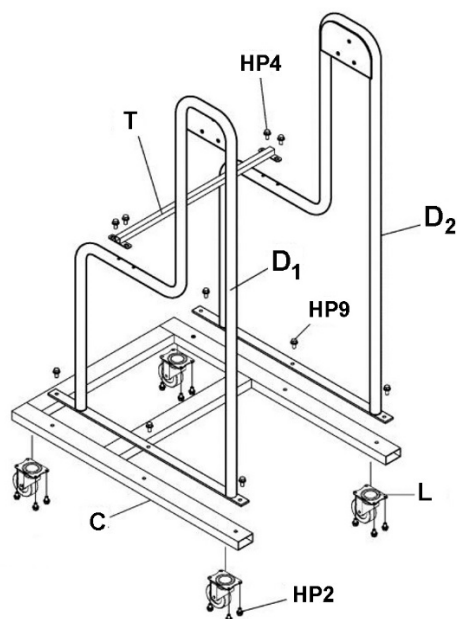

Figure 3
1. Installez quatre roulettes (L) sur la base (C) avec les vis à tête cylindrique (HP2). Voir la Figure 3.
2. Installez les montants gauche et droit (D1, D2) sur la base (C) avec les écrous à bride (HP9).
3. Installez le support de montant (T) sur les montants avec les écrous à bride (HP5).